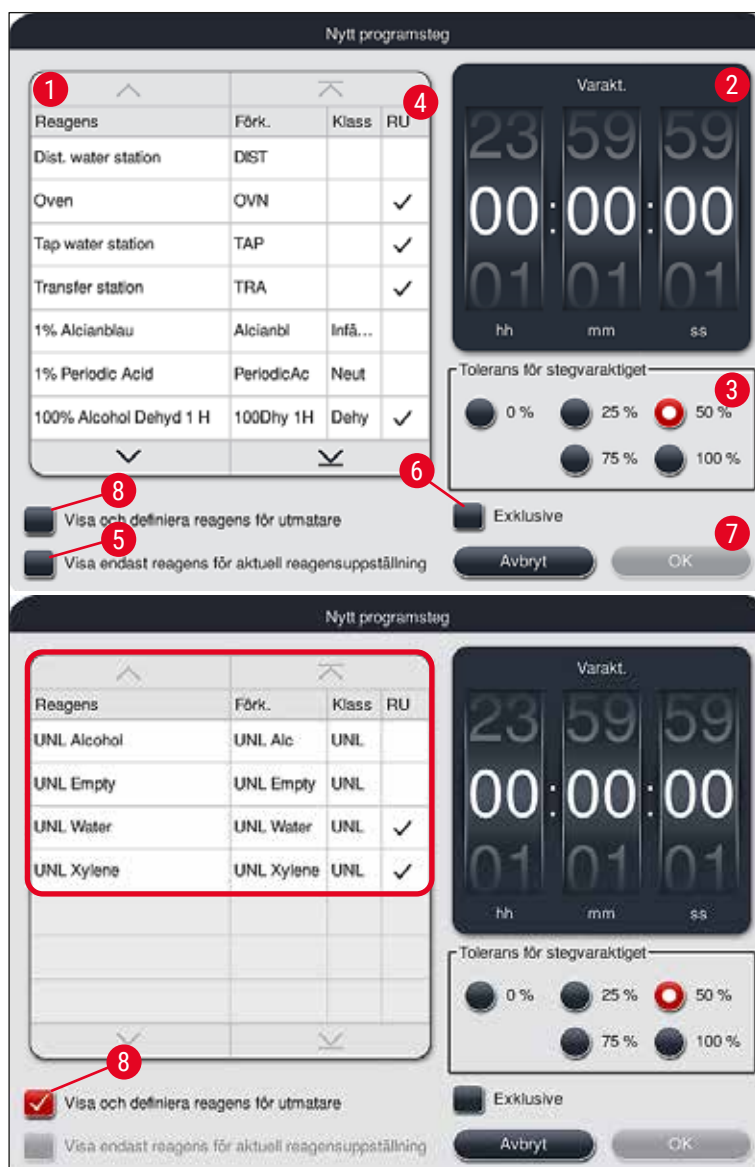

Bild 47
- Ett fönster öppnas där du kan ange programsteget (→ "Bild 47").